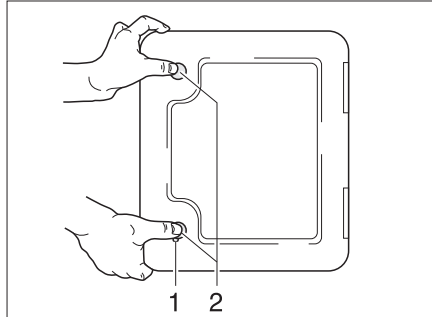

Fig. 163 Portillon pour la toilette à cassette
- Ouvrir le portillon pour la cassette à l'extérieur du véhicule. Insérer pour cela la clé dans le barillet du verrou à pression (Fig. 163,1) et la tourner d'un quart de tour.
- Appuyer du pouce et simultanément sur les deux verrous de pression (Fig. 163,2) et ouvrir le portillon pour la cassette.